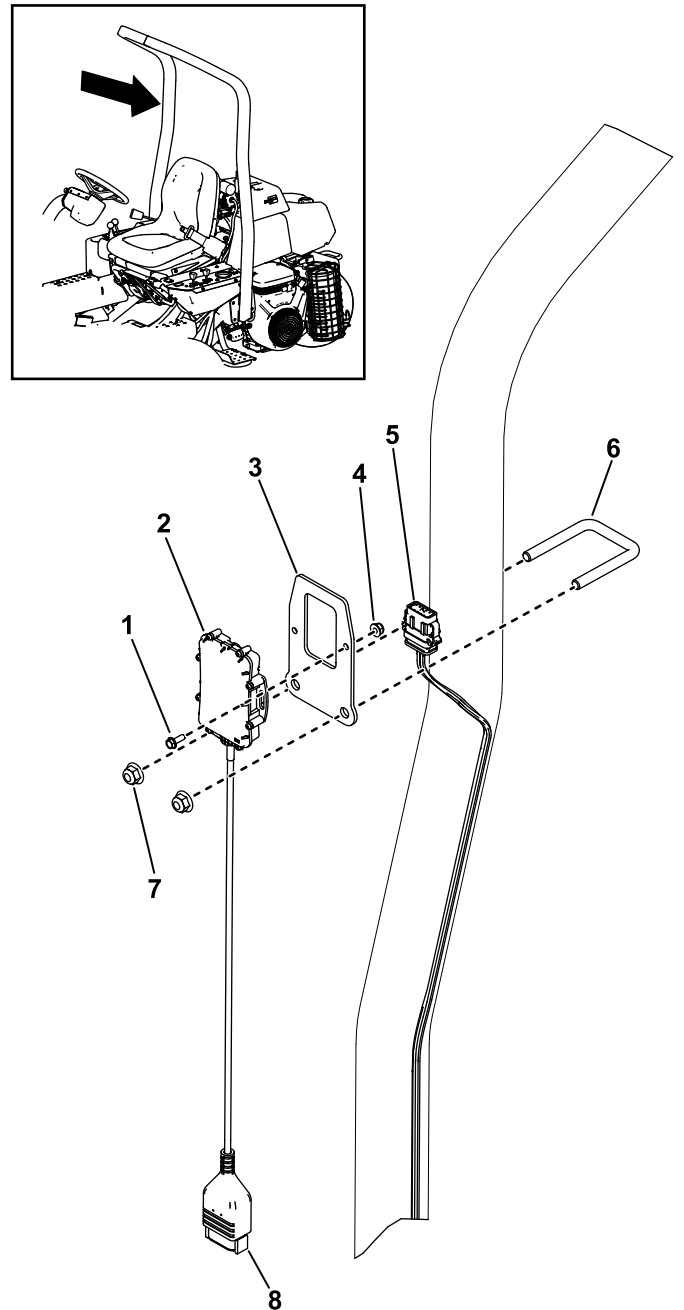

Figure 5
1. Avec 2 boulons (n° 10) et 2 écrous (n° 10), fixez le dispositif télématique sur son support (Figure 5).
2. Fixez le support du dispositif sur l'arceau de sécurité (Figure 5) à l'aide de étrier fileté et de 2 écrous ($\frac{3}{8}$ "
3. Branchez le connecteur du dispositif sur le connecteur du faisceau du dispositif télématique étiqueté P02 (Figure 5).